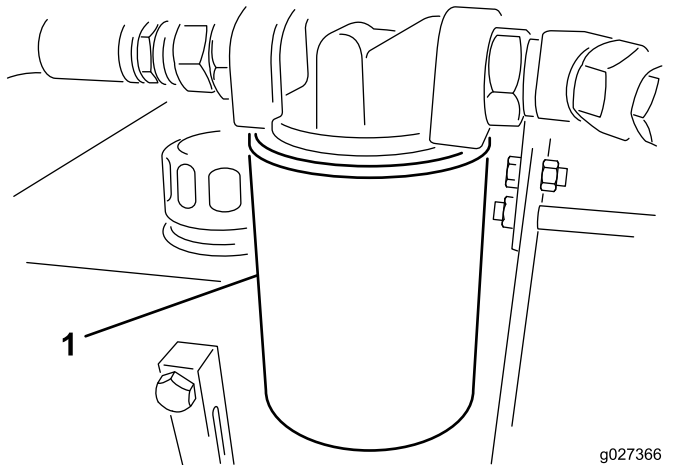

Bild 13
- Stellen Sie eine Auffangwanne unter den Filter und entfernen den Filter (**Bild 13**).